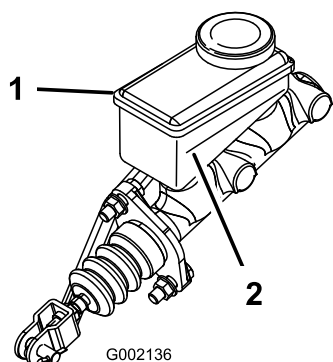

Figure 50
2. Observez le côté du réservoir. Le niveau doit se trouver au-dessus du repère du minimum (Figure 50). Si le niveau de liquide est bas, nettoyez la surface autour du bouchon, retirez le bouchon et remplissez le réservoir jusqu'au-dessus du repère du minimum. Ne remplissez pas excessivement.